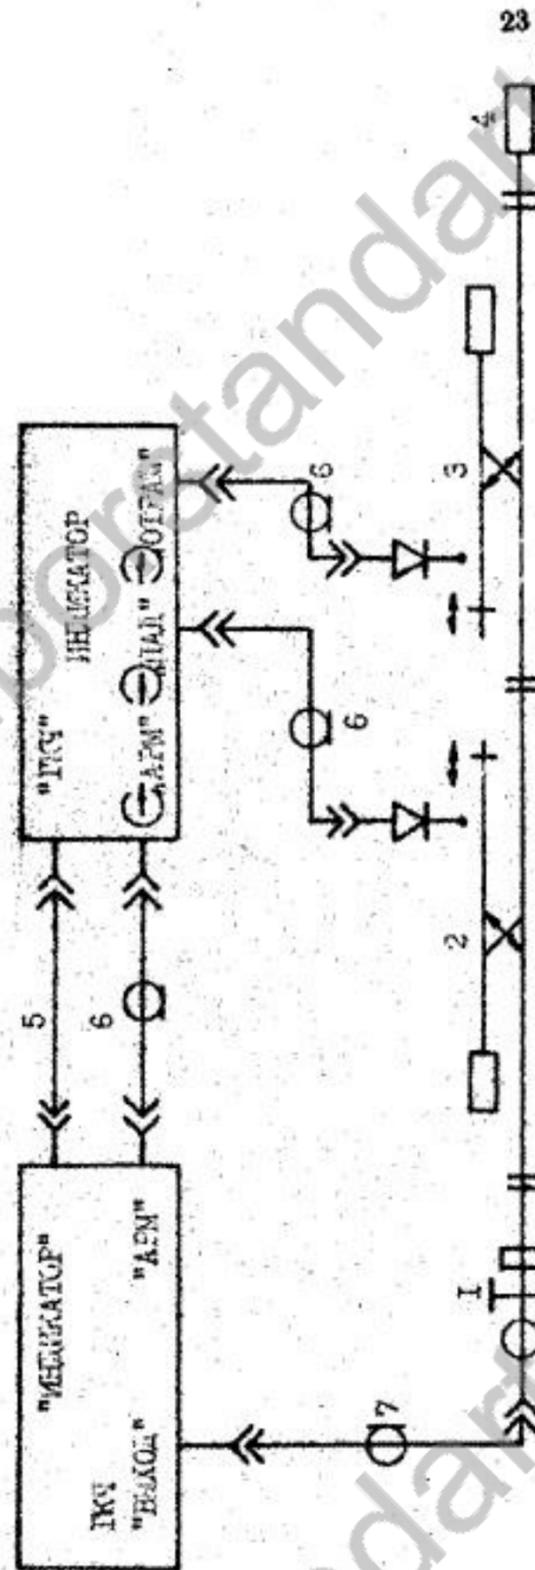

Рис. 3. Схема электрическая структурная измерения КСВН.
- соберите схему измерения в соответствии с рис.3 и подсоедините измеряемый объект;